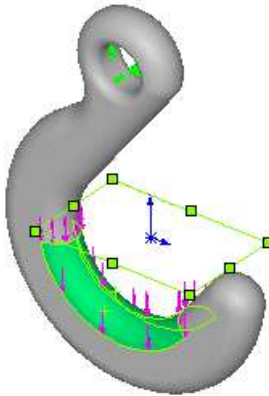

Рисунок 1.4 – Напрямок дії сили
- Виберіть «Реверс напрямлення». Напрямок сили зміниться (рис. 1.4).